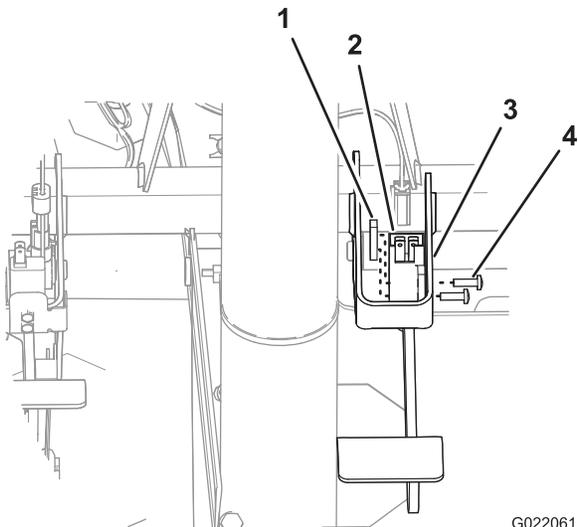

Bild 6
- Fluchten Sie den neuen **4-Stift-Bremsschalter** mit der **Stützhalterung für das Bremspedal** aus. Die Schalterstifte sollten nach oben zum Lenkrad zeigen (Bild 6).
- Fluchten Sie die Löcher des 4-Stift-Bremsschalters mit den Löchern in der Stützhalterung aus (Bild 6).
- Befestigen Sie den Schalter mit den zwei Schrauben und der anderen Gewindeplatte an der Halterung (Bild 6).